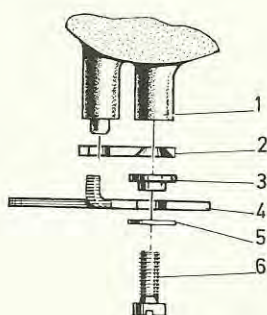

Bild 9. Montering av ventilreglage
3. Montera ventilreglaget (10 bild 4) på den bakre förgasaren med distansbricka (3 bild 9), bricka (5) och skruv (6).